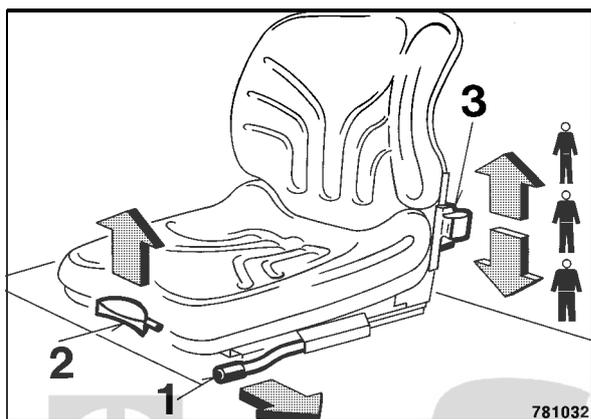

fig. 45
- Tirer la manette 1 (fig. 45) vers l'extérieur pour régler le siège en longueur.
- Actionner le levier (3) pour régler le siège au poids du conducteur.
- Actionner le levier (2) pour régler l'inclinaison du dossier.